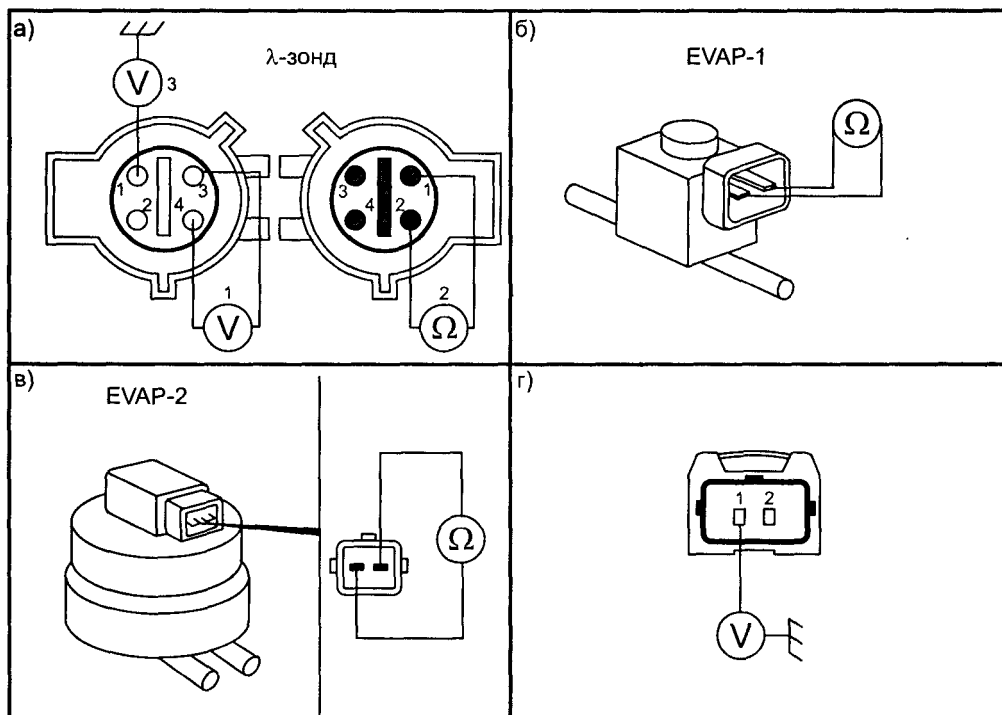

Рис. 2.4.10. Система контроля выпуска
Схема проверки системы контроля выпуска газов приведена на рис. 2.4.10.
- при отключенном зажигании к контактам «3» и «4» (рис. 2.4.10а) разъема λ-зонда подключают вольтметр или осциллограф;
- отключают разъем λ -зонда и проверяют сопротивление обмотки нагревателя между контактами 1 и 2 (рис. 2.4.10а), его величина должна составлять 7,5 Ом;
- включают зажигание и проверяют наличие 12 В на контакте «1» жгута λ -зонда (рис. 2.4.10а). Если напряжение равно нулю, проверяют предохранители F18, F9, реле K46 и соответствующие цепи.
- отключают разъем клапана EVAP и проверяют сопротивление его обмотки — около 51 Ом для клапана 1-го типа (рис. 2.4.10б) и около 32 Ом — для клапана 2-го типа (рис. 2.4.10в), при значительных отклонениях заменяют клапан;
- включают зажигание и проверяют наличие 12 В на контакте «1» разъема жгута клапана EVAP (рис. 2.4.10г). Если питания нет, проверяют предохранитель F9, реле K46 и соответствующие цепи;